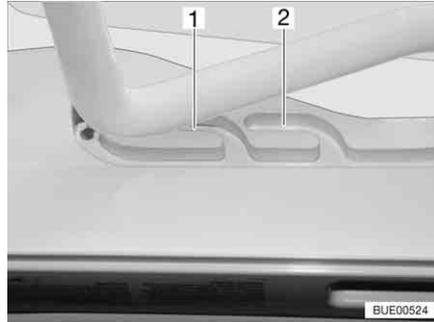
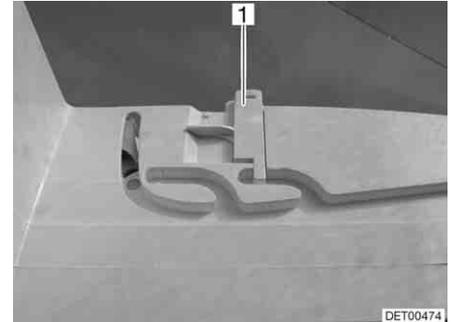

Fig. 63 Oblò Heki in posizione di ricircolo d'aria
Fig. 64 Bloccaggio della posizione di ricircolo d'aria
È possibile portare l'oblò Heki in due posizioni di ricircolo d'aria: Posizione brutto tempo (Fig. 63,1) e posizione centrale (Fig. 63,2). A seconda del modello è possibile bloccare l'oblò nella posizione centrale con il chiavistello (Fig. 64,1).
- Premere la staffa leggermente verso l'alto, spingerla nella guida selezionata (Fig. 63,1 o 2) ed eventualmente bloccarla.